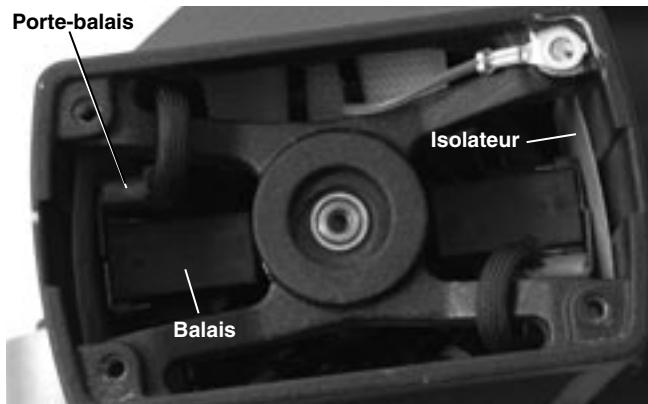

Figure 12 – Position des balais (capot moteur enlevé)
2. Extrayez les balais du moteur à l'aide d'une paire de pinces, puis retirez-les de leur porte-balais (Figure 12).